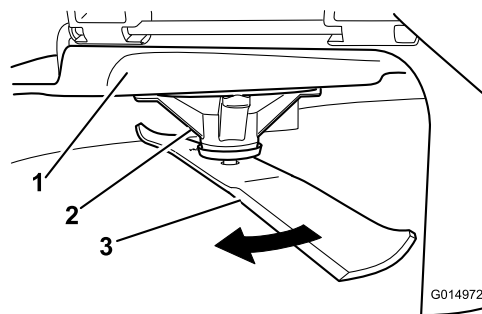

Figura 56
2. Usando luvas almofadadas ou outra proteção adequada para as mãos, rode lentamente lâmina para uma posição que lhe permita uma medição da distância entre a extremidade de corte e a superfície nivelada onde a máquina está (Figura 56).